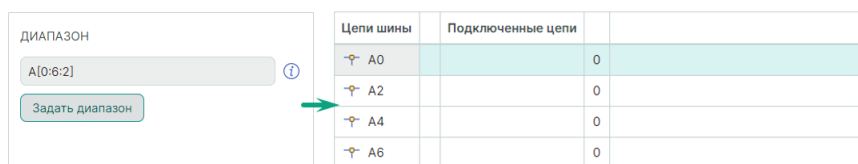

Рис. 208 Добавление диапазона (префикс, диапазон и шаг)
- с шагом ввода диапазона – Prefix[Min:Max:N], где N – целое число, которое меньше или равно Max, см. Рис. 208.